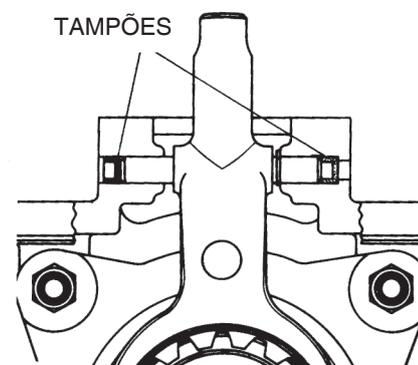

Figura 79
- E Instale os novos tampões e o pino de articulação. (Figura 79).